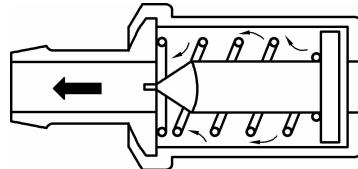

图 3-10 曲轴箱通风阀
- (1) 从摇臂盖上拆卸曲轴箱通风阀。
- (2) 使发动机急速运转。
- (3) 将手指放在阀端(即图 3-10 中的右端)检查有无真空，若阀上无真空，检查是否存在如下条件。
- (4) 关闭发动机。
- (5) 拆卸曲轴箱通风阀。
- (6) 摆动 PCV。
- (7) 听阀中的止回针有无咔嗒声，若阀中无咔嗒声，更换该阀。